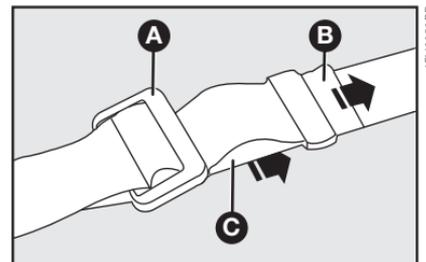

fig. 20
**Para ajustar o cinto - fig. 20**